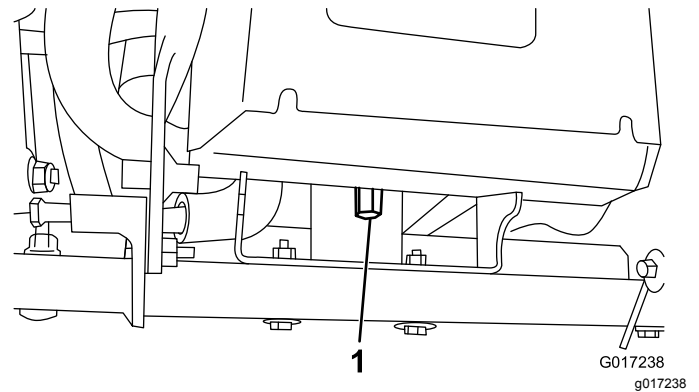

Bild 10
4. Entfernen Sie die große Mutter, mit der das Batterieunterteil hinten am Maschinenrahmen befestigt ist (Bild 10).